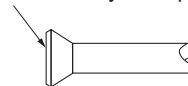

Рис. 15
- При установке накидной гайки нанесите эфирное масло или полиэфирное масло на внутреннюю сторону развальцованного конца и проверните гайку 3–4 раза вручную перед навинчиванием. (См. рис. 15)